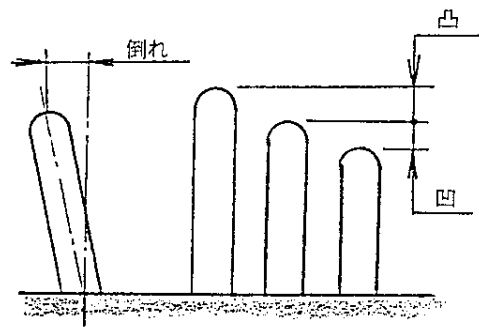

図 14 コンタクトの倒れ、凸凹
(5) 組込み状態確認
- (a) ピンコネクタの場合は、嵌合側からピンコンタクトの倒れ具合、及び凸凹具合を確認して下さい。(図 14 参照)